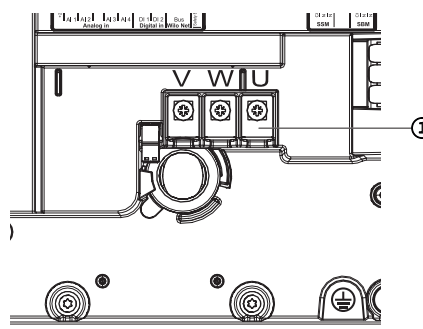

Fig. 115: Priključne stezaljke motora V, W, U
5. Otpustite priključni kabel motora (Fig. 115).